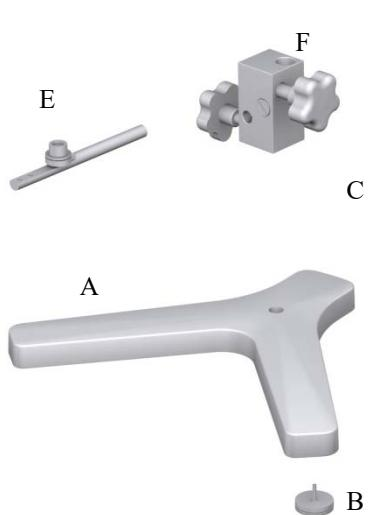

Fig. 5 Montaje de la base del viscosímetro
- Retire todas las piezas del embalaje o del paquete estándar. Tenga en cuenta la figura a continuación (fig 5).
- Coloque correctamente los tres pomos (B) en la base con forma de Y (A).
- Monte la varilla de fijación (C) con el tornillo de sujeción (D) en la base (A).
- Coloque la nuez (F) en la varilla de fijación (C). El viscosímetro debe conectarse a la tuerca (F) por medio de su varilla (E).
- Inserte la varilla de nivel del viscosímetro (E) en la nuez (F).